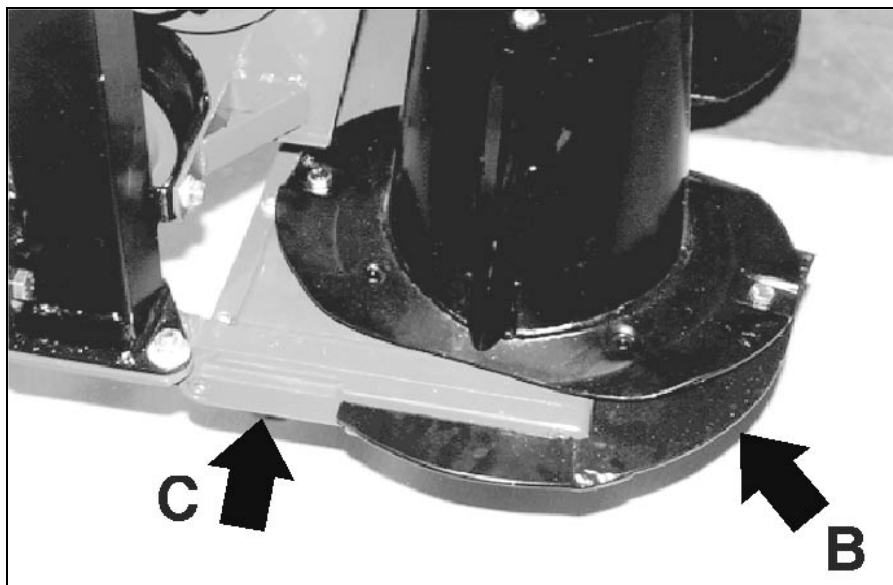

fig.2
- Pour le remplacement de l'huile: il faut placer la barre de façon horizontale, enlever la glissière de consommation la plus extrême par rapport au corps de la machine **B** (fig.2), enlever le couvercle de la boîte **C** (fig.2) et laisser sortir l'huile.
- Vérifier périodiquement l'efficacité de l'échappement placé sur le couvercle latéral **C** (fig.2)
- Para la substitución del aceite: colocar la barra en posición horizontal, quitar la corredera de consumo más extrema con respecto al cuerpo máquina **B** (fig.2), quitar la tapadera de la caja **C** (fig.2) y dejar sobresalir todo el aceite.
- Controlar periódicamente la eficacia del purgador que está montado en la tapa lateral **C** (fig.2)
- Zum Ölwechsel: Den Balken in horizontale Stellung bringen, den äußersten Verbrauchsschlitten des Maschinenkörpers **B** (Bild 2) entfernen, den Schachteldeckel **C** (Bild 2) abnehmen und das gesamte Öl ablaufen lassen.
- Regelmäßig den Entlüfter an der seitlichen Abdeckung **C** (Bild 2) auf Funktionstüchtigkeit und Sauberkeit prüfen.